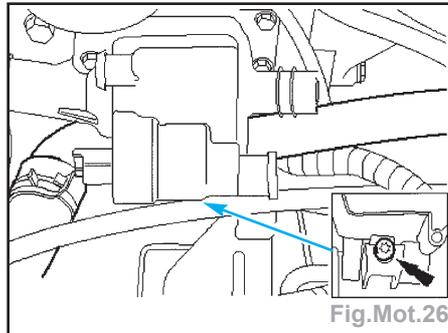

Fig.Mot.26
- Desserrer la vis et détacher la patte de tuyauterie de dérivation (Fig.Mot.26).